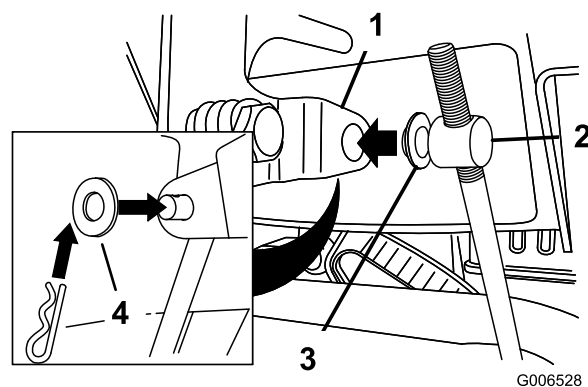

Figure 6
Remarque: Pour faciliter le montage, laissez la rondelle plate sur le tourillon (Figure 6).
- Soulevez la tige de commande de vitesse et insérez le tourillon dans le trou du levier sélecteur de vitesses (Figure 6).
- Retirez la goupille fendue et la rondelle extérieure du tourillon à l'extrémité supérieure de la tige de commande de vitesse (Figure 6).
- B. Retirez le tourillon du sélecteur de vitesses (Figure 6).
- C. Tournez le tourillon vers le bas (sens horaire) sur la tige de commande de vitesse (Figure 6).
D. Remettez le tourillon sur le sélecteur de vitesses (Figure 6).
- C. Tournez le tourillon vers le haut (sens anti-horaire) sur la tige de commande de vitesse (Figure 6).
- D. Remettez le tourillon sur le sélecteur de vitesses (Figure 6).